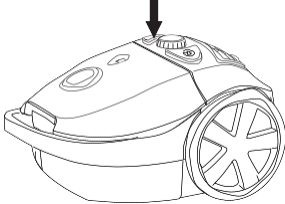

Abbildung 6 Ein/Ausschalter
6. Stecken Sie den Stecker in die Steckdose und drücken Sie den Ein-/Aus-Schalter. Um das Gerät auszuschalten, drücken Sie den Ein-/Aus-Schalter erneut, siehe Abbildung 6.